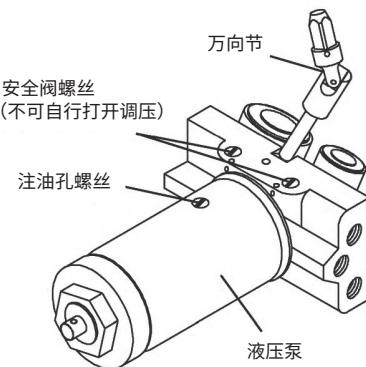

图 2
- 1) 旋松注油孔螺丝，但不要取出螺丝（见图 2）。
- 5) 拧紧注油孔螺丝（见图 2）。
- 1) 取出注油孔螺丝（见图 2）。